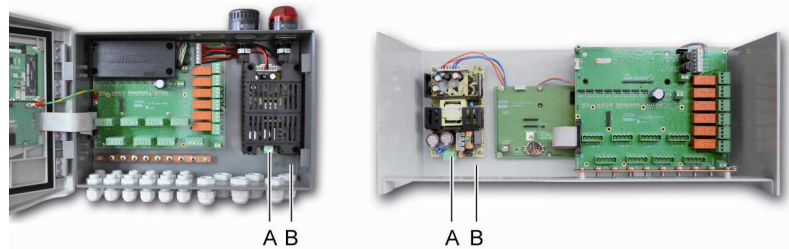

Abbildung 26: Anschluss der Netzversorgung bei Wandaufbau- (links) und Rack-Version (rechts).
Der Anschluss der Stromversorgung erfolgt entsprechend Abbildung 26 (A). Die Erdung wird mit dem Gehäuse (B) verbunden.